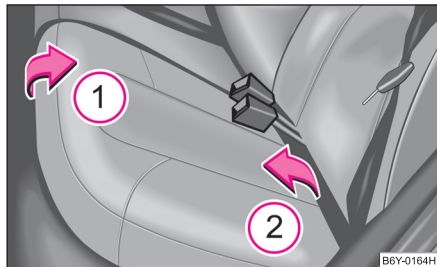

Fig. 53 Plierea scaunului din spate
- Ridicați perna scaunului din spate în sensul săgeții ① ⇒ fig. 53 și rabatați-o în față conform săgeții ②.